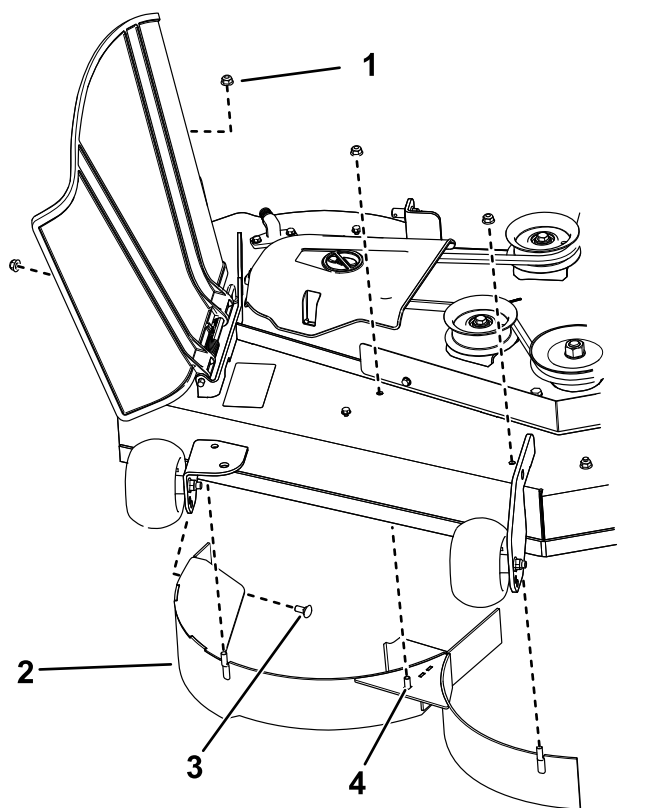

Figura 13
4. Îndepărtați cele 3 contrapiulie (5/16") de pe suporturile sudate ale deflectorului drept (Figura 13).
5. Îndepărtați cele 2 uruburi de fixare i cele 2 contrapiulie care fixează deflectorul drept pe punte i îndepărtați deflectorul (Figura 13).
6. Localizai cele 3 boluri printre accesorii i folosii contrapiuliile existente pentru a monta aceste elemente de fixare în utilizate pentru suporturile sudate (Figura 13), pentru a împiedica proiectarea reziduurilor.